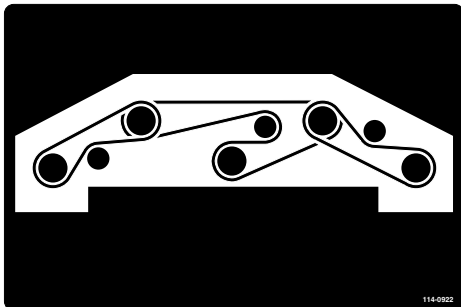

Figura 129
8. Coloque a nova correia nas polias e na estrutura da polia intermédia (Figura 129).